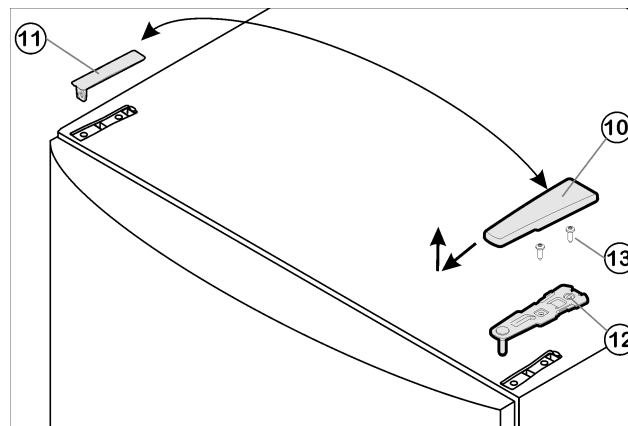

Fig. 8
- ▶ Retire hacia delante y hacia arriba la cubierta Fig. 8 (10).
- ▶ Desmonte la cubierta Fig. 8 (11).
- ▶ Desatornille el soporte de cojinete superior Fig. 8 (12) (2 Torx® 25) Fig. 8 (13) y extráigalo hacia arriba.
- ▶ Inserte el soporte de cojinete superior *Fig. 8 (12)* en el nuevo lado de la bisagra y en la puerta.
- ▶ Atornille el soporte de cojinete superior **(con 4 Nm) para fijarlo** (2 Torx® 25) *Fig. 8 (13)*. Dado el caso, grabe los agujeros de tornillo o utilice un destornillador de batería.
- ▶ Encaje la cubierta *Fig. 8 (11)* y la cubierta *Fig. 8 (10)* en el lado opuesto, respectivamente.